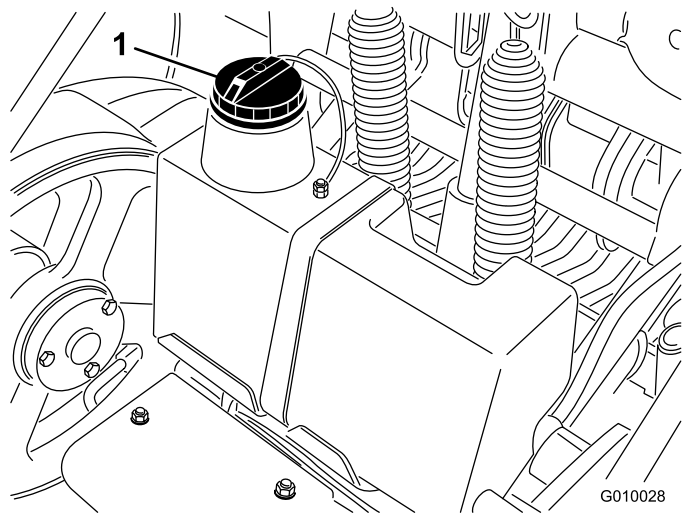

**Figura 60**
2. Destranque e retire a cobertura da correia (Figura 60).